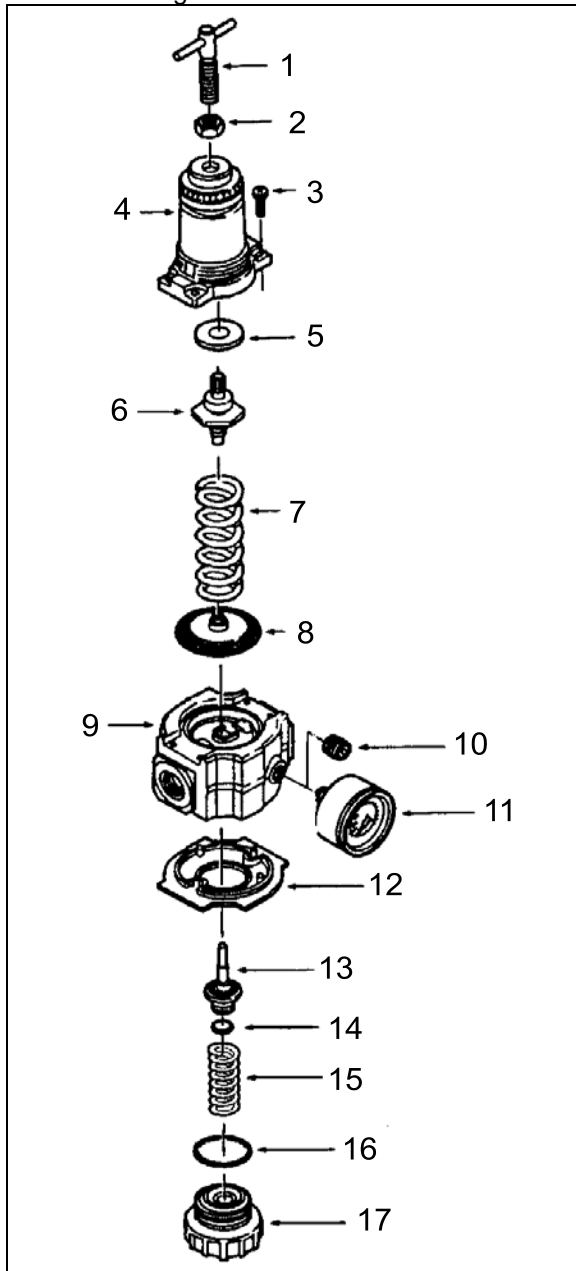

FIGURE 44: RÉGULATEUR DE PRESSION PNEUMATIQUE
1. Avant de pressuriser le système à air comprimé, relâcher l'écrou de blocage (2, Figure 44) puis faire tourner dans le sens antihoraire la poignée de réglage du régulateur jusqu'à ce qu'il n'y ait plus de tension sur le ressort de régulation.
5. Serrer l'écrou de blocage (2, Figure 44) pour bloquer le régulateur à la pression requise.
1. Couper la pression d'admission et réduire à zéro la pression dans les conduites d'admission et de sortie. Faire tourner la poignée de réglage de régulateur (1, Figure 44) dans le sens antihoraire jusqu'à ce qu'il n'y ait plus de tension sur le ressort de régulation. Le régulateur peut être démonté sans enlever la conduite d'air.
1. Lubrifier les joints toriques (14 et 16, Figure 44), la tige de soupape (13), l'extrémité de la vis de réglage (1) et la circonférence extérieure ainsi que les deux côtés de la rondelle de butée (8) au moyen d'une fine couche de graisse pour joint torique de bonne qualité.